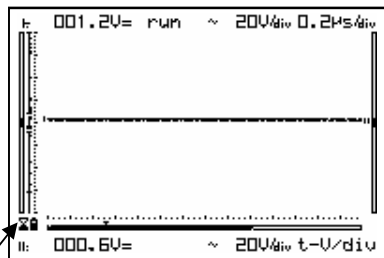

Fig 20
- 👉 La función de desactivación automática funciona sólo si el aparato está alimentado por el pack de baterías, como el pequeño reloj de arena indica (fig. 20).